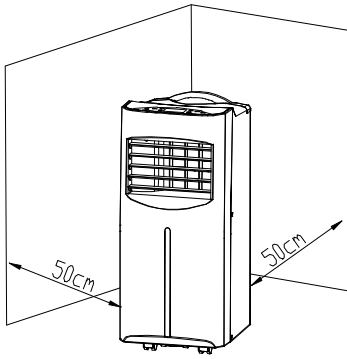

Abb. 1
- Das Produkt muss frei stehen mit einem Abstand von mindestens 50 cm zu anderen Objekten oder Hindernissen. Die Luftauslassöffnungen (2) müssen in den Raum gerichtet sein. Vgl. Abb. 1.